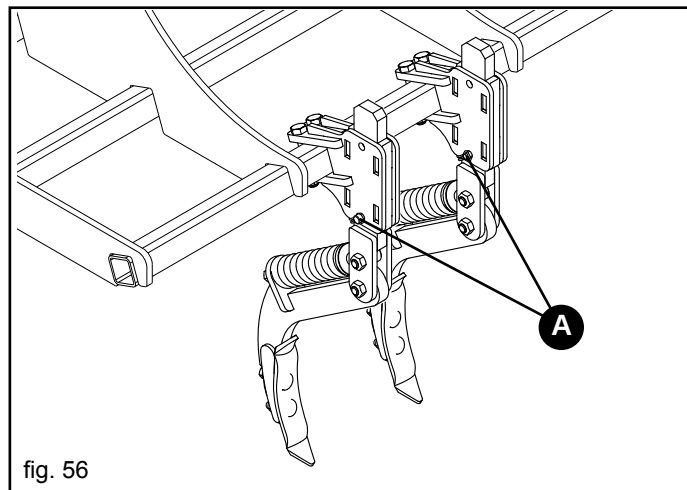

fig. 56
Les briseurs de traces sont installés sur la même ligne que les pneumatiques du tracteur. Pour régler la profondeur du briseur de traces, en modifiant la position de la goupille (A) Figure 56. Après avoir effectué le réglage, bloquer la vis avec le contre-écrou.